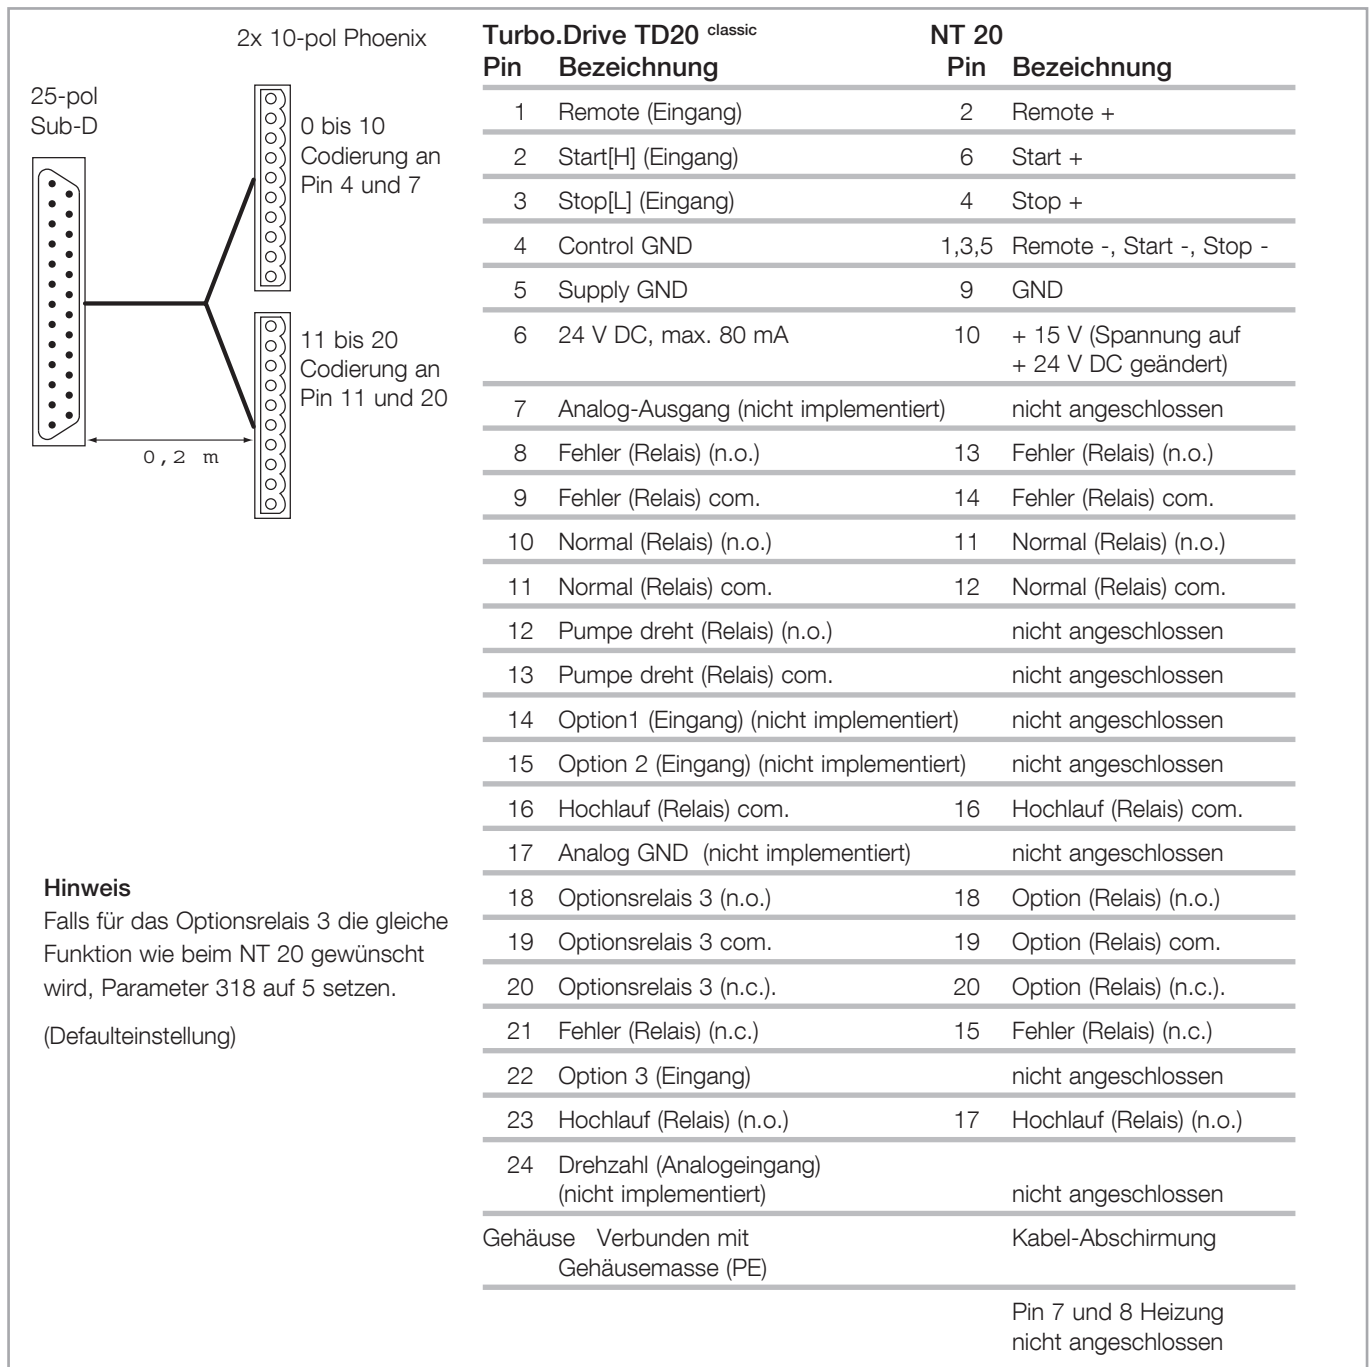

Abb. 2.3 NT 20-Adapter
- für alle Funktionen durch die optionale 25-polige SPS-Schnittstelle X22. Wenn Sie die alte Leitung mit den Phoenix-Kontaktleisten weiter benutzen wollen, bieten wir einen Adapter an, siehe Abschnitt 1.5 und Abb. 2.3.